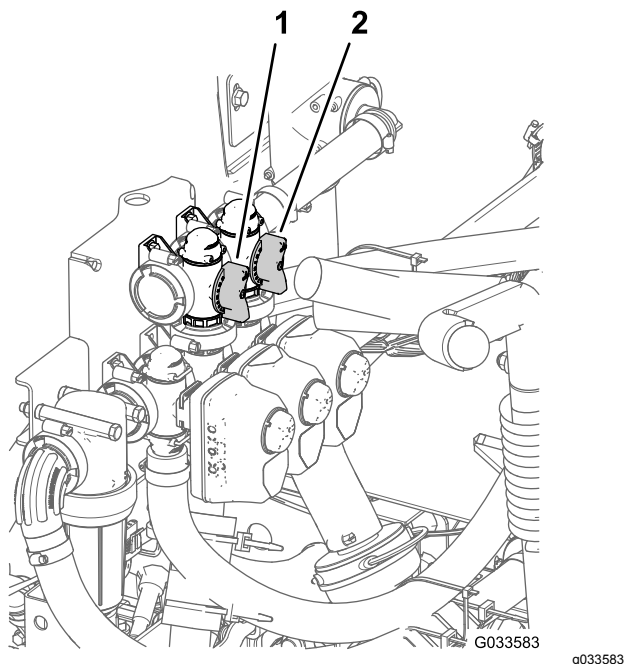

Figura 89
11. Regolate la valvola di bypass dell'agitatore (Figura 89) sul retro della valvola dell'agitatore fino a quando il valore della pressione sul misuratore corrisponde a 6,9 bar.
8. Regolate la stegola di bypass principale della barra per controllare la quantità di agitazione nel serbatoio (Figura 89).